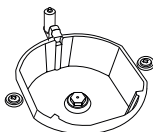

Figura 2
3. Conforme mostrado na figura 2, desmontar o espalhador do queimador e o queimador da placa e certificar que o injetor está visível.